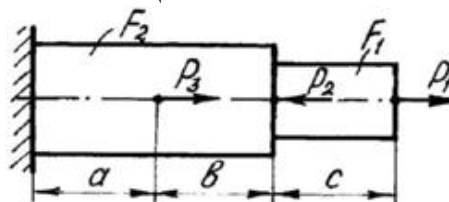

Рисунок 1. Схема нагружения бруса
**Задание.** Для ступенчатого бруса (рис. 1) требуется: